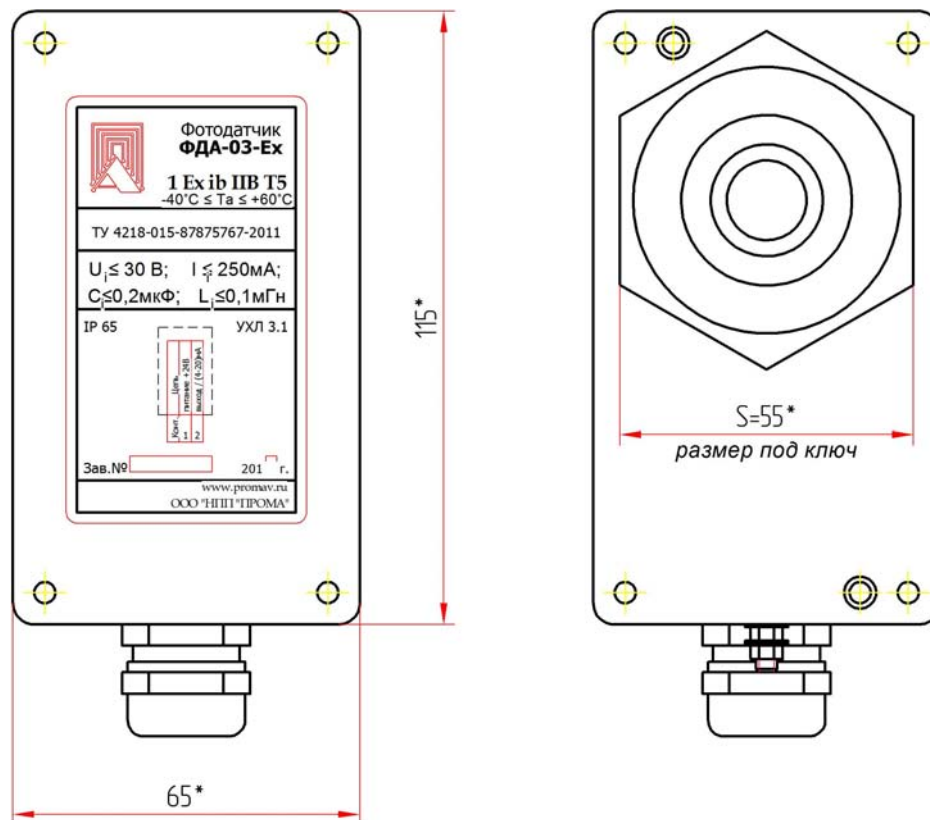

Рис.1 Общий вид прибора ФДА-03-Ех.
Фотодатчик выполнен в моноблочном исполнении в металлическом корпусе. Общий вид фотодатчика представлен на рис.1.
8.1.2. Механическое крепление ФДА-03-Ех на объекте возможно на любой плоскости монтажной накладной гайкой М48х1,5 (S=55) Рис.1 на трубе Ду=40. Механическое крепление ФДС-03-с-Ех на объекте возможно на любой плоскости монтажным фланцем с обдувом воздухом (Рис.5а). По спецзаказу возможна комплектация с юстировочным поворотным монтажным узлом (рис.5б).